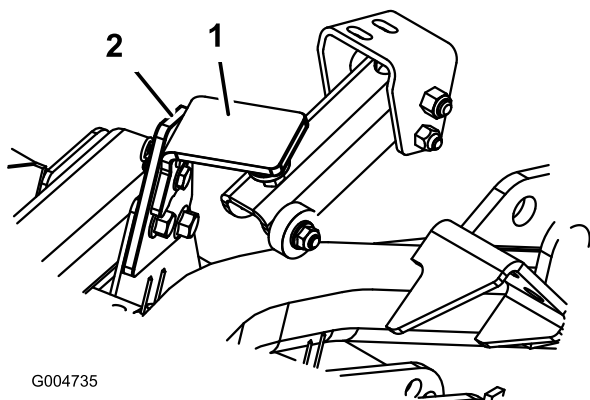

Figura 84
2. Togliete la coppiglia ed il perno con testa che fissano il fermo di trasferimento dell'apparato di taglio al piastrino del fermo (Figura 84). Girate il fermo verso il retro dell'apparato di taglio.